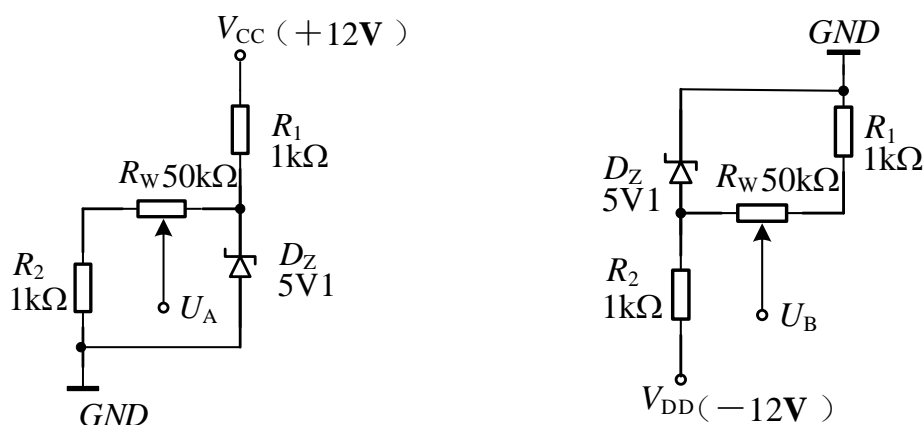

图4 电压调节电路
(2) 实验参考电路如图4所示。改变可调电阻值，使用万用表测量 $U_A$ 和 $U_B$ 的最小值与最大值。